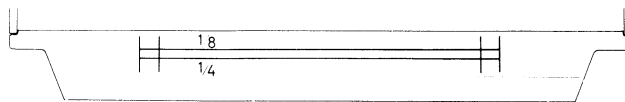

Fig 2.16 Injustering av papperets övre kant
- b) Om arket inte är tillräckligt långt för att kanterna ska kunna justeras, gör det i stället med papperets överkant och markeringarna på traktormatningsenheten. Se fig 2.16.
2. Om papperet sätts på linjen som är markerad 1/4, se fig 2.16, startar utskriften från ett läge 28,6 mm under papperets övre kant.